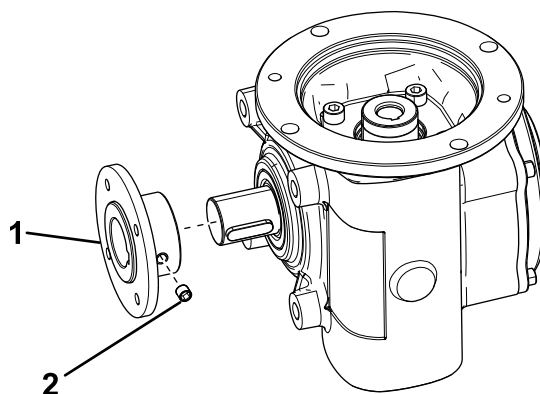

**Bild 16**
- 13. Entsorgen Sie die beiden Stellschrauben, mit denen das Lager an der Antriebswelle befestigt ist mit denen das Lager an der Antriebswelle befestigt ist, und entsorgen Sie das Lager (Bild 16). Bewahren Sie die rechte Halterung der Zapfensicherung auf.